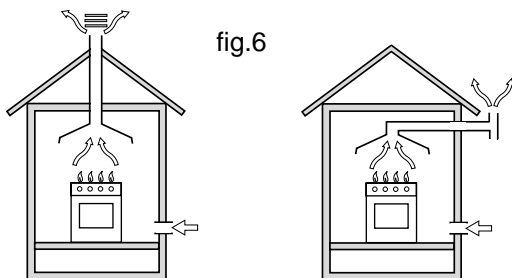

fig.6
- L'apparecchio deve scaricare i prodotti della combustione in una apposita cappa, che deve essere collegata ad un camino, canna fumaria o direttamente all'esterno (fig.6).